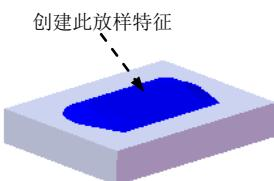

图 17.11.12 创建放样 1
Step7. 创建图 17.11.12 所示的零件特征——放样 1。
(1) 选择命令。选择下拉菜单 **插入(I)** → **凸台/基体(B)** → **放样(U)...** 命令 (或单击“特征(F)”工具栏中的 **按钮**)，系统弹出“放样”对话框。